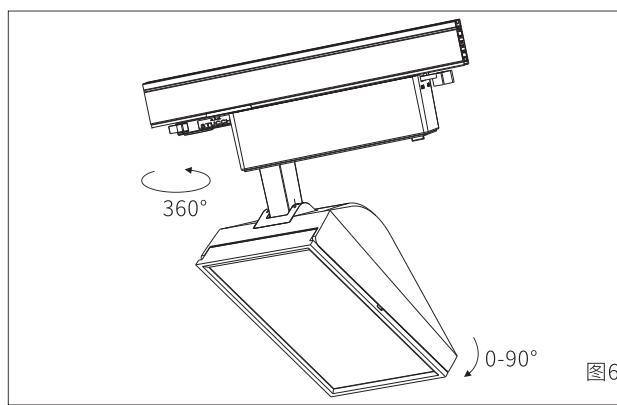

图6
7.调节灯具照射角度，可水平360°调节，垂直0-90°调节（图6）。